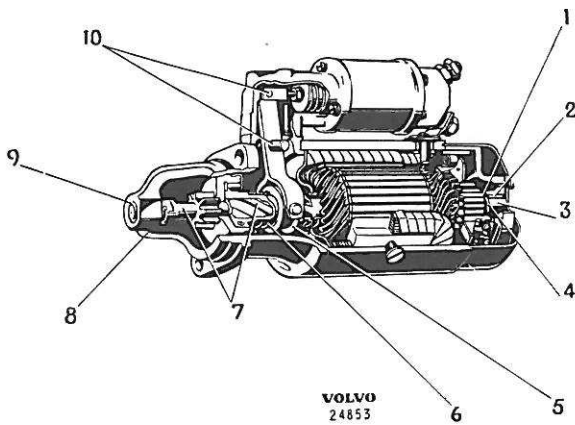

Figure 66. Schéma de graissage du démarreur
2. Monter le pignon de lancement sur l'arbre d'induit, poser ensuite les bagues et le jonc de verrouillage comme le montre la figure 40. Graisser l'arbre d'induit en se référant au schéma de graissage de la figure 66.